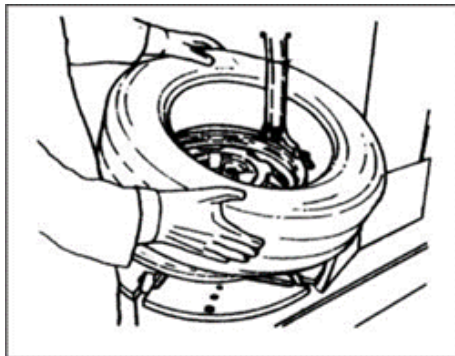

Fig. 13
5. Tourner le pneu, pour que l'autre côté se trouve contre la tête monte/démonte-pneu et répéter les mêmes étapes afin de démonter les deux côtés de la jante. (Fig.13)